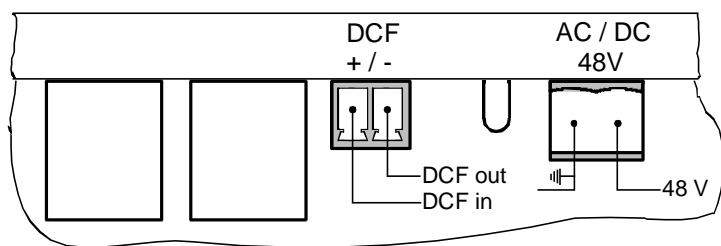

Fig. 6
- 48V Speisung am Stecker "AC/DC 48V" des Uhrwerks anschliessen (Fig. 6).
- Der Funkempfänger (DCF / MSF 450 (4500) muss an den Klemmen "DCF in" und "48V GND" angeschlossen werden (siehe Fig. 6, 8, 9).